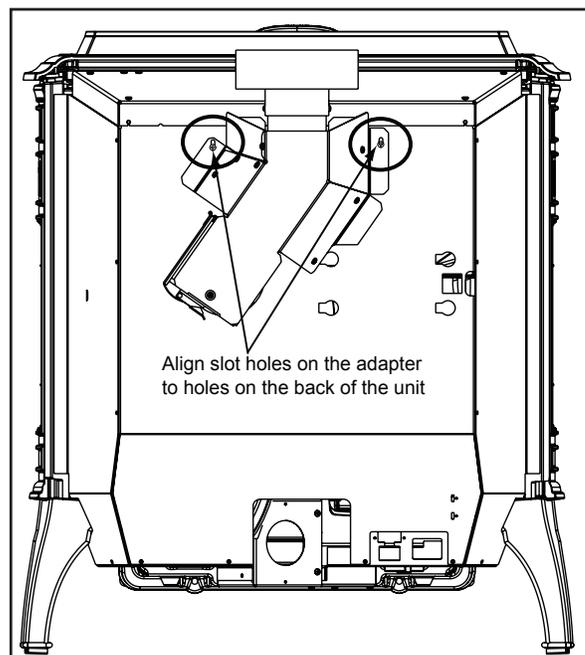

Figure 20.2
3. Alignez la fente à la gauche de l'adaptateur avec les trous du dos de l'unité, puis fixez en place avec une vis. Vous pouvez percer le trou en utilisant la mèche n° 26 fournie, mais uniquement si c'est nécessaire. **Figure 20.2**
5. Percez 2 trous au moyen de la mèche n° 26 à travers la sortie d'air arrière, en vous guidant sur les 2 trous déjà percés dans le court tuyau horizontal de l'adaptateur supérieur de ventilation. Installez les vis. **Figure 20.2**